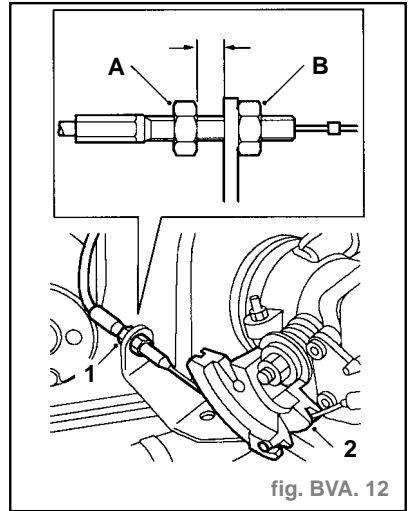

fig. BVA. 12
- Desserrer l'écrou de réglage du câble de rétrogradation forcée et le contre-écrou (1) (fig. BVA. 12).